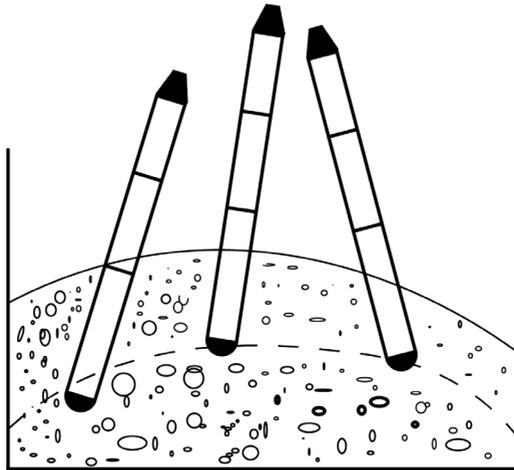

Figura 5
- Non utilizzare la bottiglia vibrante per trasportare il calcestruzzo. Poiché il vibratore per calcestruzzo non è un "trasportatore di calcestruzzo", la Figura 5 mostra come questo non debba essere fatto.